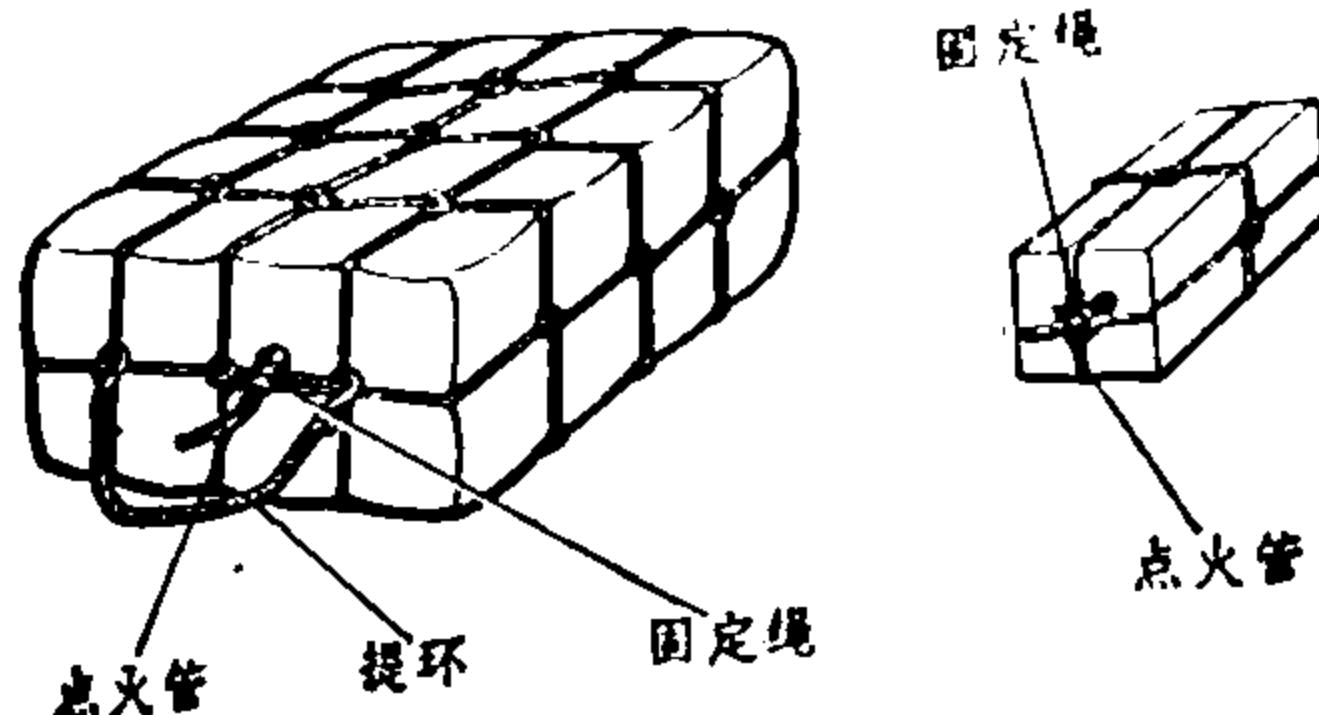

图11 点火管固定在药包上
**(二) 点火管的固定 (图11)** 点火前，应将点火管固定在药包上。块状药包应将点火管插入雷管孔底部；粉状药包应先将药包穿一小孔，再将点火管插入。插入后用细绳（细铁丝）将点火管捆紧在药包上，即可点火。为保证药包能可靠地爆